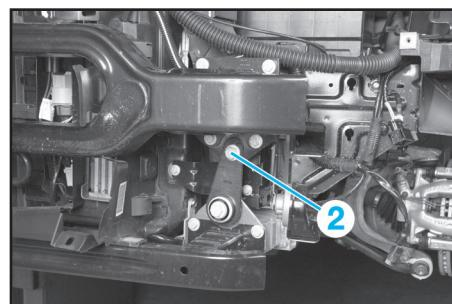

Fig.9
- la fixation (2) (Fig.9) de la biellette avant.
- les vis (1) de fixation de la partie avant de berceau avant.